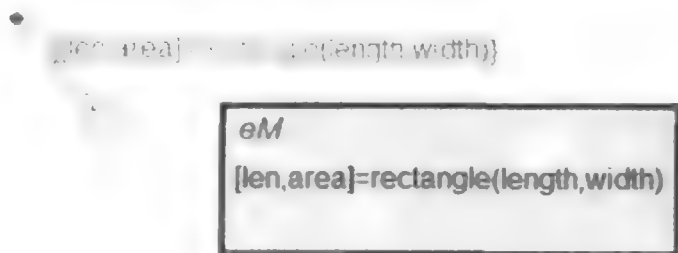

图 3.6.15 调用 Embedded MATLAB 函数
(5) 在图表中添加默认迁移和终止节点, 通过迁移动作调用 Embedded MATLAB 函数, 如图 3.6.15 所示。